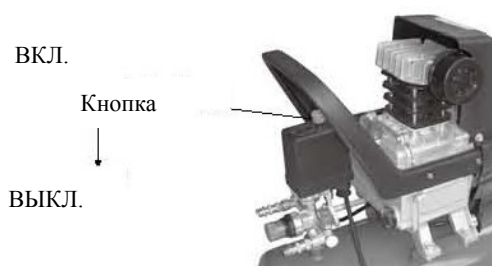

Рис. 2
- (3) Уровень масла должен быть в пределах красного круга на масломерном окошке.
- (4) Рекомендуемое смазочное масло: ISO-L-DAA-46 (зима), ISO-L-DAA-100 (лето) или аналогичное по качеству.
- (5) Откройте выпускной клапан, вытяните кнопку на датчике давления воздуха (рис.2), дайте поработать компрессору в течение десяти минут на холостом ходу, чтобы смазочное масло попало на все подвижные части. Закройте выпускной клапан для эксплуатации в нормальном рабочем режиме.